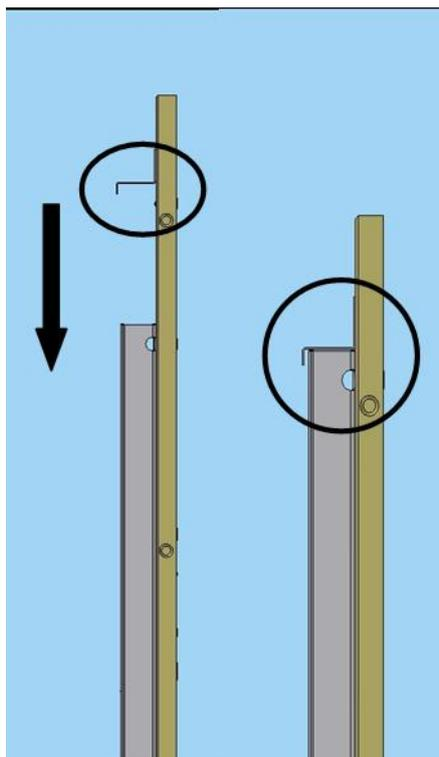

Figura 2
- 1) Posizionare verticalmente lo schienale portando ad appoggiare la lamiera fissata sullo schienale sulle omega figura 2